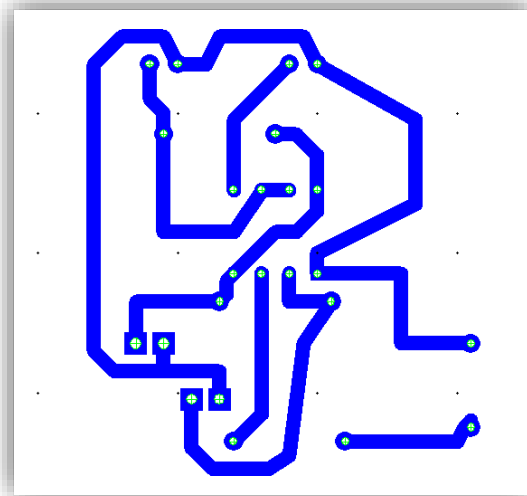

Figura 49. Diseño sin secciones sobrantes.
11. Seleccione las demás secciones sobrantes y repita el proceso hasta conseguir que el diseño se vea como en la figura 49.